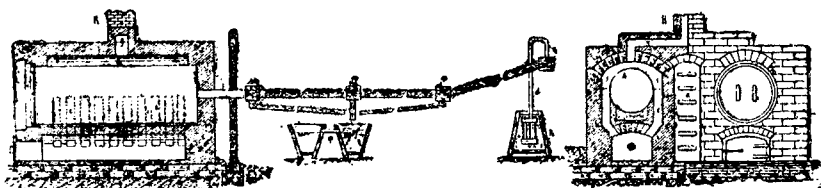

Рис. 33.
Перегонка ведется в горизонтальных цилиндрических ретортах (А) рис. 33 (D) топки без колосников.
простую кирпичную кладку и обогреваемые голым огнем со дна и боков. Продукты горения уходят в отверстие (n). После выпаривания твердый остаток вынимают и кладут в деревянные с решетчатым дном ящики и по стекании воды влажная еще масса идет в сушильный шкаф, изображенный на рис. 33 (с). По высушивании порошок упаковывался в мешки и сдавался земству.